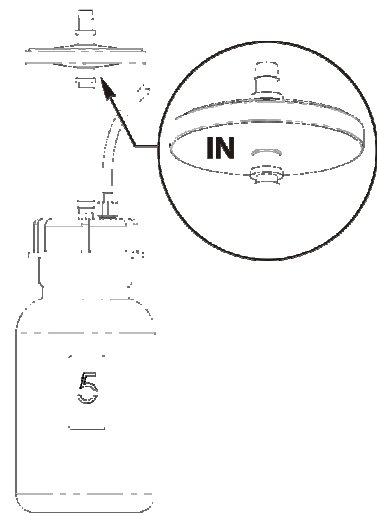

Abb. 11 Filtermontage
8.6. Austausch des Filters (Abb. 11)
Befestigen Sie den Filter nach Abb. 11. Die Markierung „IN“ (EIN) muss auf der Seite des Eingangsrohrs sein (die Flasche anschauen)!